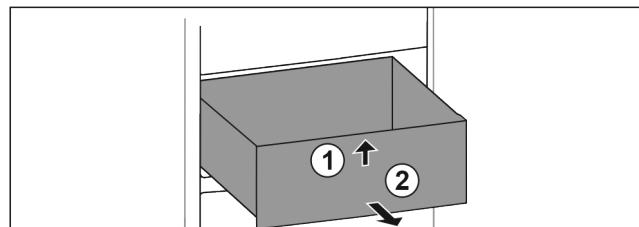

Fig. 120
- ▶ Podignite ladicu sprjeda. Fig. 120 (1)
- ▶ Izvadite ladicu prema naprijed. Fig. 120 (2)